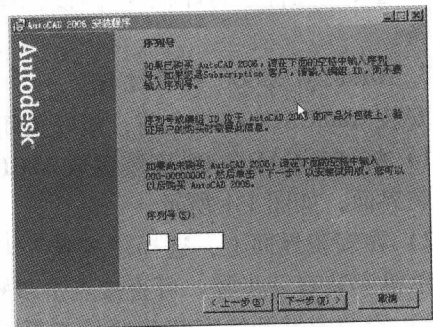

图 1-6 要求输入序列号
6) 要求输入序列号(见图 1-6)。在“序列号”文本框中输入你所知道的 AutoCAD 2006 的序列号, 这个在 AutoCAD 安装 CD 盒上可以看到。输入正确的号码后, 单击“下一步”按钮继续。